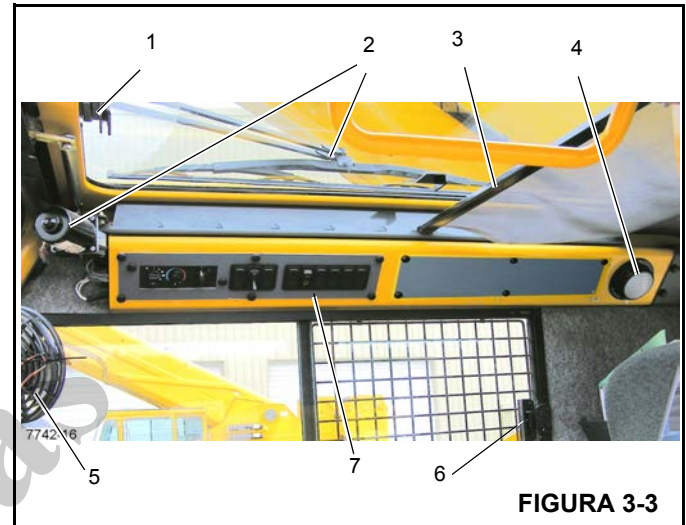
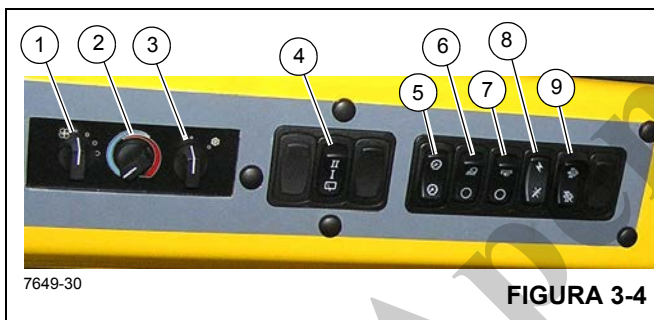

FIGURA 3-3
FIGURA 3-4
A trava do teto solar (1, Figura 3-3) localiza-se na frente do teto solar. Aperte a trava e deslize a janela para trás para abrir. Para fechar, deslize a janela para trás até que a trava encaixe.
O limpador do teto solar (2, Figura 3-3) é controlado pela chave do teto solar, (4, Figura 3-4) e é operado pelo motor do limpador.
O protetor do teto solar (3, Figura 3-3) é usado para diminuir a incidência direta da luz do sol. O protetor é autorretrátil e pode ser ajustado para filtrar toda a luz ou ajustado para trás, encaixando-o nos entalhes existentes.
A luz de teto da cabine (4, Figura 3-3) localiza-se no canto traseiro direito do console do teto da cabine e ilumina a cabine. A luz de teto é controlada por uma chave na própria luz.
O ventilador de circulação da cabine (5, Figura 3-3) localiza-se no lado dianteiro esquerdo da cabine, acima da estrutura da janela. Uma articulação permite que o ventilador gire e uma chave em sua base controla a operação. A chave possui as posições alta, baixa e desligada.
A janela do lado direito da cabine pode ser aberta. Aperte a trava (6, Figura 3-3) para liberar e deslize para a frente. Para fechar, deslize a janela para trás até que a trava encaixe.
Números dos itens da Figura 3-4
A chave do ventilador do aquecedor/ar-condicionado (1), (Figura 3-4) controla a rotação do ventilador da cabine. A chave de rotação do ventilador controla o volume de saída do ar aquecido (ou a saída do ar refrigerado) do ventilador. Os ajustes são desligado, rotação baixa, rotação média e rotação alta.
A chave de controle do aquecedor (2) (Figura 3-4) controla a intensidade da temperatura de aquecimento. Gire a chave à direita (sentido horário) para abrir a válvula de aquecimento. (O calor é fornecido pelo fluido aquecido que passa pela serpentina do aquecedor). Gire a chave à esquerda (sentido anti-horário) para fechar a válvula e interromper a vazão do fluido, diminuindo o aquecimento.
A chave do ar-condicionado (3) (Figura 3-4) controla a operação do sistema de ar-condicionado opcional. Os ajustes são desligado (O) e ligado (I).
O limpador do teto solar acionado eletricamente é instalado para retirar a umidade do teto solar. O limpador do teto solar é controlado pela chave do limpador do teto solar (4) (Figura 3-4). É uma chave de 3 posições Desligada/Baixa velocidade/Alta velocidade.
A chave reguladora de luz do painel (5) (Figura 3-4) controla a iluminação dos controles do teto do aquecedor/ar-condicionado e do indicador de temperatura do óleo da transmissão (7) (Figura 3-3). Pressione a chave para aumentar ou diminuir a iluminação do painel.
A chave das luzes de trabalho (6, Figura 3-4) controla as luzes de trabalho do guindaste montadas na parte inferior dianteira da cabine da superestrutura. Pressione a parte superior da chave para ligar as luzes de trabalho. Pressione a parte inferior da chave para desligar as luzes de trabalho.
A chave das luzes da lança (7) (Figura 3-4) localiza-se no painel lateral do mostrador. Esta chave de duas posições (ON/OFF) controla a operação dos holofotes da lança. Pressione a parte superior da chave para ligar as luzes da lança, pressione a parte inferior da chave para desligar as luzes.
A chave de alimentação das funções do guindaste (8) (Figura 3-4) localiza-se no painel lateral do mostrador. Esta chave de duas posições ON/OFF (LIGA/DESLIGA) permite que o operador desligue a energia das funções do guindaste acionadas pelos controladores remotos hidráulicos localizados nos apoios de braço. Posicionar a chave em OFF evita a operação acidental das funções devido a solavancos nos controladores durante um trajeto ou qualquer outra operação. Com a chave na posição Desligada, evita-se também a operação do guincho de alta velocidade.
A chave do DPF (Filtro de particulado de diesel) do motor (9) (Figura 3-4) localiza-se no lado direito do painel de controle do teto. Esta chave possui três posições, inibir regeneração/permitir regeneração/iniciar regeneração. Pressione esta chave para iniciar a regeneração do DPF ou para desativar a regeneração: